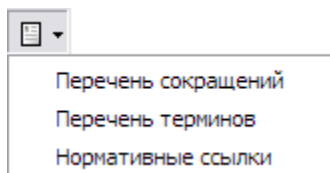
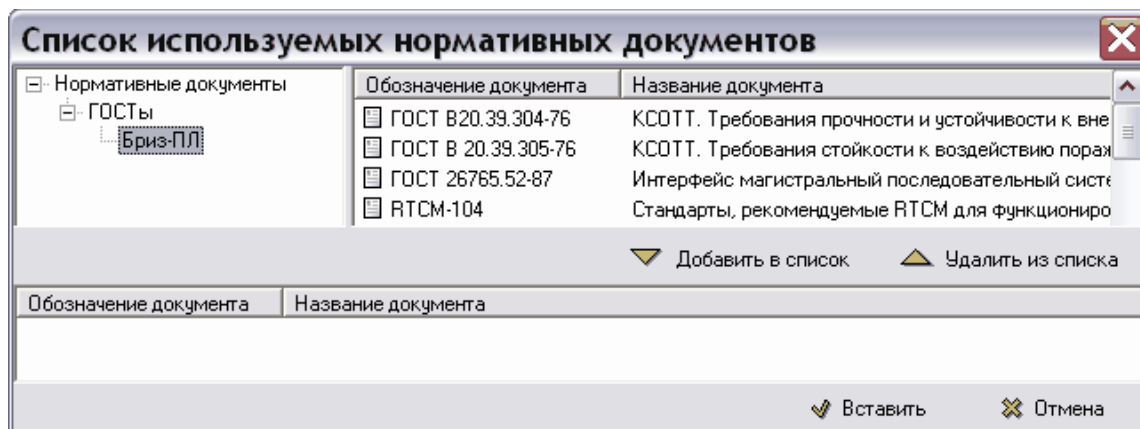

Рис. 5.103
Рис. 5.104
Для вставки в модуль данных информации из словарей используйте выпадающее меню инструмента **Сокращения, термины и определения** , который находится на панели инструментов **Объекты** (Рис. 5.103).
2. Из выпадающего меню инструмента **Сокращения, термины и определения**  выберите пункт **Нормативные ссылки** (Рис. 5.103). После этого появится диалоговое окно **Список используемых нормативных документов** (Рис. 5.104).
3. В левом верхнем окне откройте список нормативных документов и выделите нужную категорию. При этом в правом верхнем окне появится список документов (Рис. 5.104).